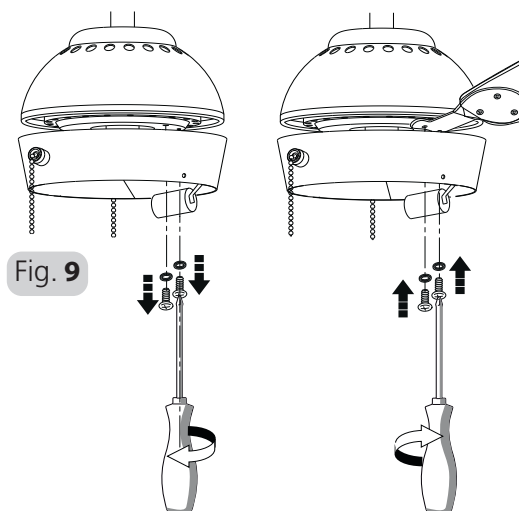

Fig. 9
6. Montieren Sie die Ventilatorschaufelsätze am Motor, indem Sie die Schrauben und Federscheiben anziehen. Siehe Abb. 9.
6. Install the fan blade sets onto the motor by tightening the screws and spring washers. Refer Fig. 9.
6. Installez les ensembles de pales sur le moteur en serrant les vis et les rondelles élastiques. Voir Figure 9.
6. Installare i gruppi delle pale ventilatore sul motore stringendo le viti e le rondelle elastiche. Vedere fig. 9.
6. Monteer de ventilatorbladensets op de motor door de schroeven en veerringen vast te draaien. Zie Fig. 9.
6. Instale os conjuntos das pás da ventoinha no motor ao apertar os parafusos e as anilhas de mola. Consulte a Fig. 9.
6. Установите узлы лопастей вентилятора на двигатель, затянув винты и пружинные шайбы. См. рис. 9.
6. Zamontować zestawy łopatek wentylatora na silniku, dokręcając śruby wraz z podkładkami sprężystymi. Patrz rys. 9.